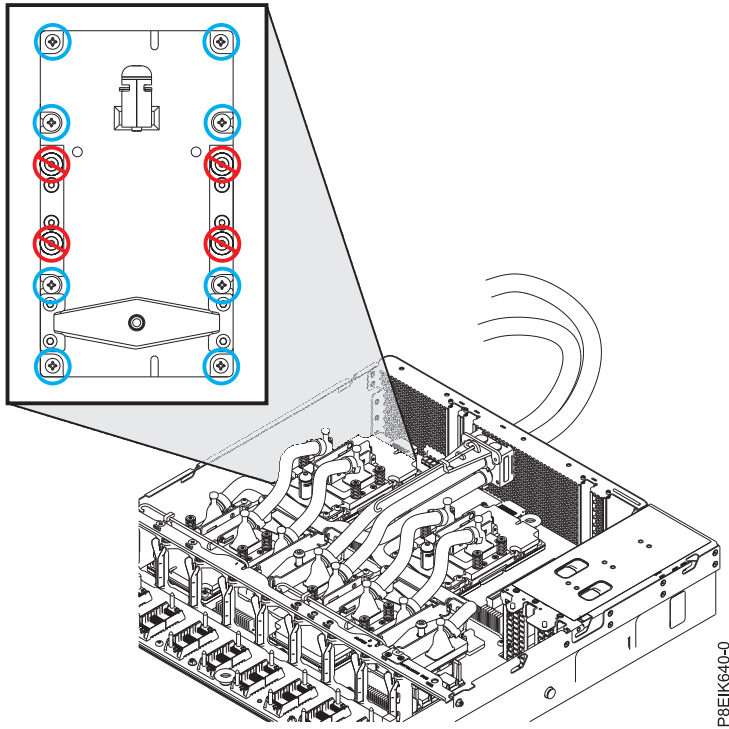

Figura 80. Extracción de ocho tornillos por cada GPU; no afloje los cuatro tornillos accionados por resorte
4. Para la GPU que está extrayendo, quite los ocho tornillos como se muestra en la Figura 80 en la página 68.